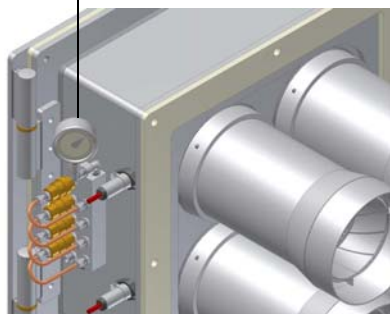

Рис. 16
- 8 Давление питания форсунки уже отрегулировано заранее на заводе-изготовителе и не должно изменяться. Только в случае необходимости, отрегулировать давление питания (см. соответствующий параграф) следующим образом: установить манометр в положение, указанное на Рис. 16, воздействовать на регулировочный винт **VR** насоса (см. Рис. 15)